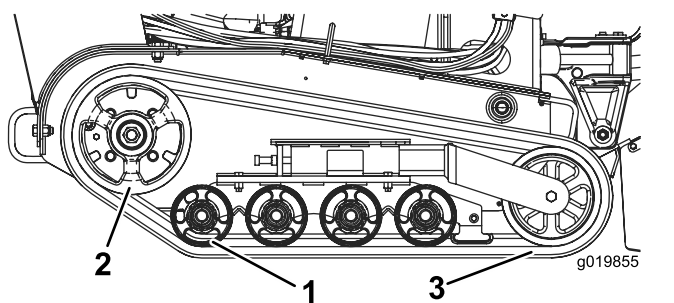

Figure 44
**Important:** Nettoyez soigneusement les galets de roulement et la roue d'entraînement (Figure 44). Les galets de roulement doivent tourner librement lorsqu'ils sont propres.
8. Pour installer une chenille neuve, commencez par l'enrouler autour de la roue d'entraînement, en vérifiant que les crampons s'engagent correctement entre les entretoises sur la couronne (Figure 44).
9. Poussez la chenille sous et entre les galets de roulement arrière et central (Figure 44).